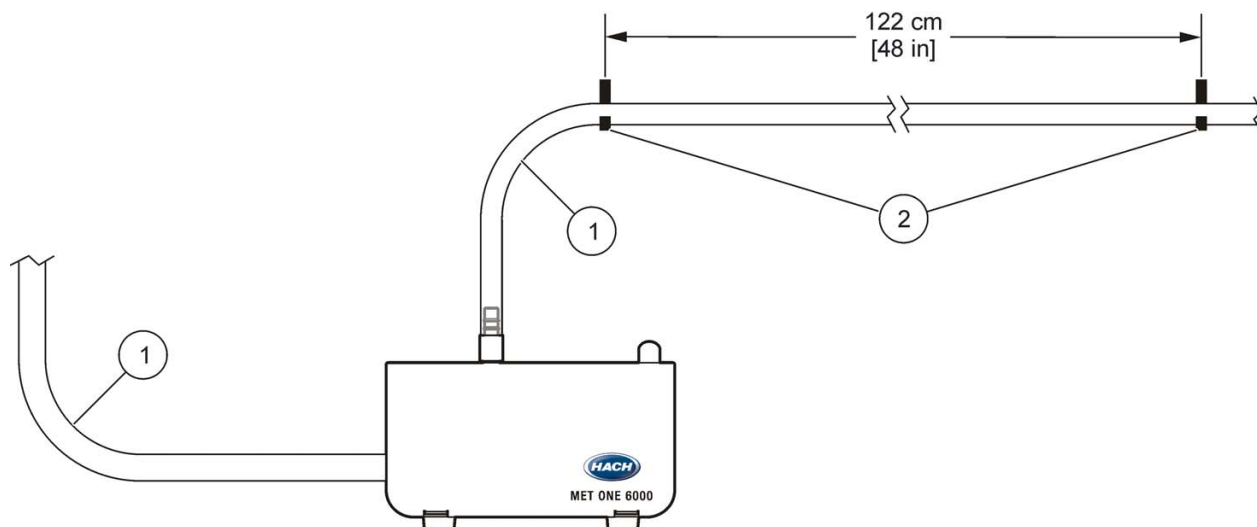

Abbildung 8 Richtlinien zur Installation der Schläuche
4. Fixieren Sie die Schläuche mit Haken oder Kabelbindern in einem Abstand von höchstens 1,22 m (4 Fuß). Stellen Sie sicher, dass die Schläuche einen Biegeradius von mindestens 102 mm (4 Zoll) einhalten (siehe Abbildung 8).